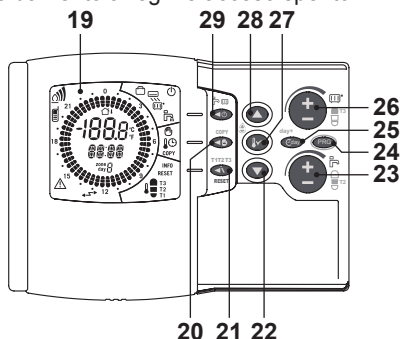
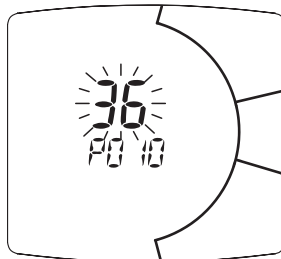
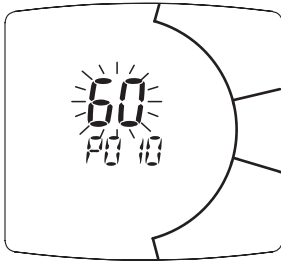

Figura 5.72
Figura 5.75
Figura 5.76
- Scorrere i vari parametri utilizzando il tasto 23 in Figura 5.72 fino a far apparire sul display LCD le lettere **P010** con sopra il relativo valore del parametro **36** (corrispondente ad un tempo di riaccensione di 3 minuti circa) che lampeggia, indicante l'entrata nel "parametro 10" (Figura 5.75).
pulsante 26 in Figura 5.72 fino a visualizzare un **set di 60**, aspettare che il numero programmato cominci a lampeggiare (Figura 5.76).